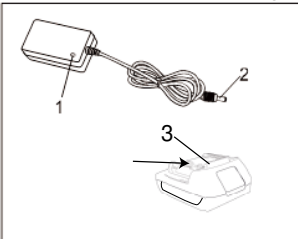

Рис.2
1. Включіть зарядний пристрій до мережі. Індикатор (1) загориться зеленим. (Рис.2)
2. Підключіть зарядний пристрій (2) в разем для підключення (3) на акумуляторній батареї. Індикатор (1) загориться червоним. Це означає, що почалась зарядка батареї.
3. Після закінчення заряду батареї індикатор (1) загориться зеленим.